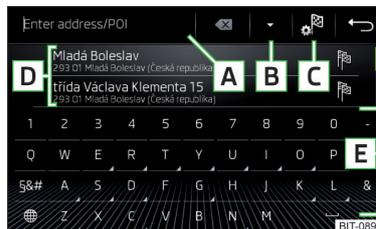
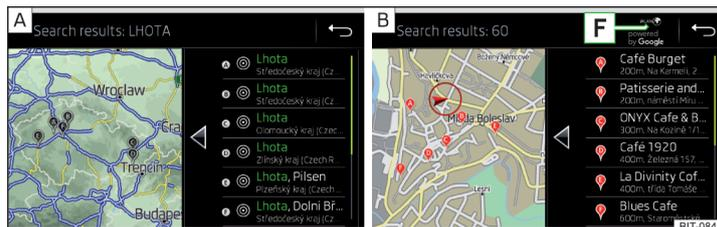

Fig. 158
Fig. 159 Lista de los destinos solicitados: en los datos de navegación / online
## Superficies de función » fig. 158 y » fig. 159
En el área **D** » fig. 158 se muestra una lista de los destinos solicitados.
- **o:** pulsar la superficie funcional **B** » fig. 158.
-  Los destinos solicitados en los datos de navegación » fig. 159 - **A**.
-  Los destinos solicitados online » fig. 159 - **B**.